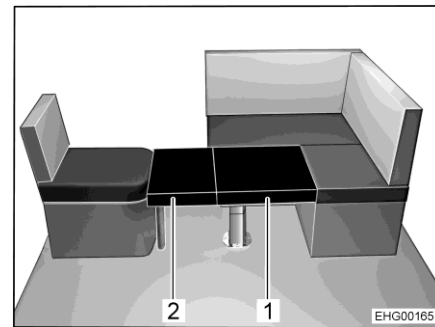
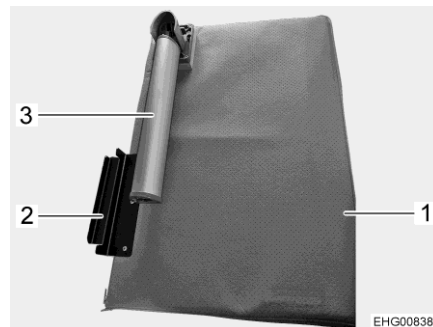

Bild 121 Nach dem Umbau
Bild 122 Zusatzbrett
- Fußstütze (Bild 122,3) am Zusatzbrett (Bild 122,1) ausklappen.
- Haltewinkel (Bild 122,2) des Zusatzbretts am Einzelsitz einhängen und Zusatzpolster (Bild 121,2) auf die Tischplatte legen.
- Zweites Zusatzpolster (Bild 121,1) auf die Tischplatte legen.